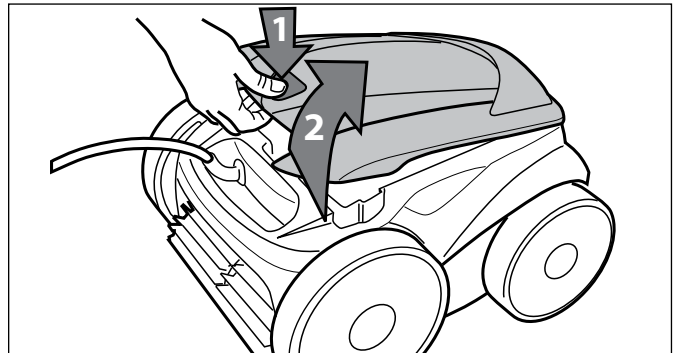

Figura 24. Levante la tapa del limpiador
- Empuje el cierre de la tapa (1) y levante la tapa (2) hasta que quede fija en posición vertical. (Figura 24).